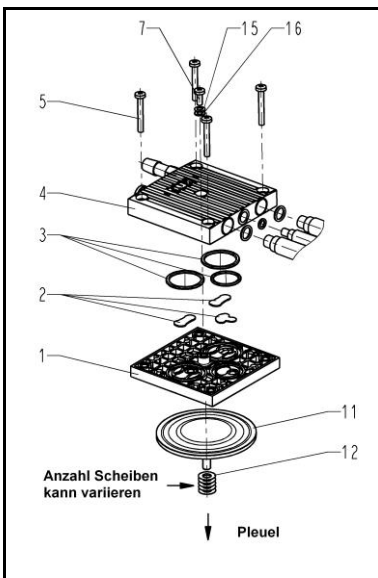

Abb. 5: Pumpenkopf (Explosionszeichnung)
1. Eine Membrane (Abb. 5/11) herunterdrücken, so dass die andere Membrane ihre höchste Position erreicht.
2. Die sich in der höchsten Position befindliche Membrane (11) an gegenüberliegenden Seitenrändern anheben, fassen und gegen den Uhrzeigersinn herausschrauben.
1. An einem Pumpenkopf die Schraube (Abb. 5/7) lösen.
2. Kopfdeckel (4) von der Zwischenplatte (1) trennen.
3. Von der Zwischenplatte (1) die Ventilplatten (2) und O-Ringe (3) entfernen.
4. Ventilsitze, Zwischenplatte (1) und Kopfdeckel (4) auf Sauberkeit prüfen; bei Unebenheiten und Kratzern sind diese Teile zu ersetzen.
5. Die neuen Ventilplatten (2) in die Ventilsitze der Zwischenplatte (1) einlegen